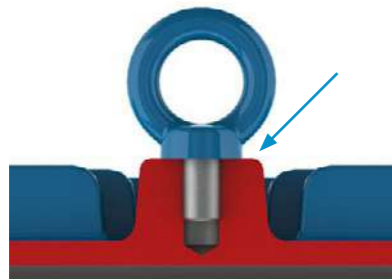
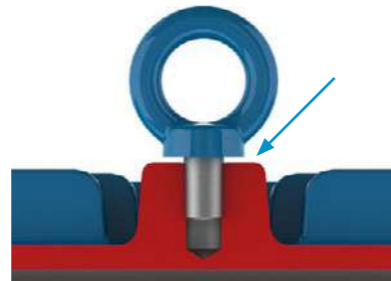

Figura 4.1 – Manera correcta de fijación del ojal de izamiento.
Figura 4.2 – Manera incorrecta de fijación del ojal de izamiento.
Antes de iniciar cualquier proceso de izamiento, asegúrese de que los ojales estén adecuadamente fijados, totalmente atornillados y con su base en contacto con la superficie a ser izada, conforme Figura 4.1. La Figura 4.2 ejemplifica el uso incorrecto.
1. Asegúrese de que los ojales están adecuadamente fijos, conforme Figura 4.1;